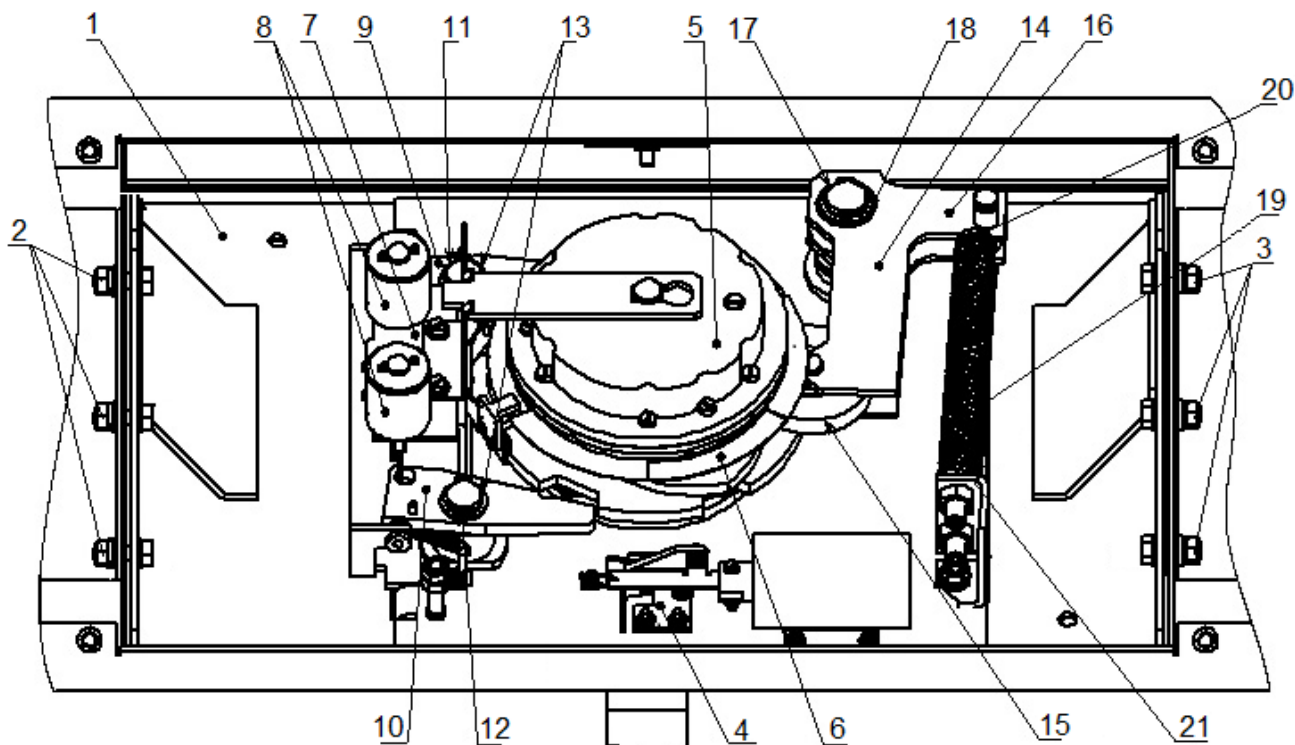

Рисунок 16. Узел вращения преграждающих планок турникета
6. Осмотрите узел вращения преграждающих планок турникета (см. рис. 16): устройство доворота (толкатель, пружины и ролик), оптические датчики поворота преграждающих планок и демпфирующее устройство.
- Удалите чистой ветошью, смоченной спирто-бензиновой смесью, возможное загрязнение с поверхности кольца контрольного (6, рис. 16), находящегося в зазоре оптических датчиков поворота преграждающих планок.
- смазкой **Chain and Rope Lube Spray - WEICON** оси вращения рычага толкателя (17, рис. 16) ролика (15, рис. 16) и стопоров (11, 12, рис. 16);
- смазкой **Chain and Rope Lube Spray - WEICON** детали механизма аварийного открытия прохода (4, рис. 16).
- смазкой ШРУС-4 точки крепления пружин доворота (20, 21, рис. 16),
- Проверьте крепление преграждающих планок (5) в шарнирных узлах турникета и, при необходимости, подтяните крепежные винты.
15. Установите на место крышку (3) в порядке, обратном снятию и зафиксируйте ее винтом.